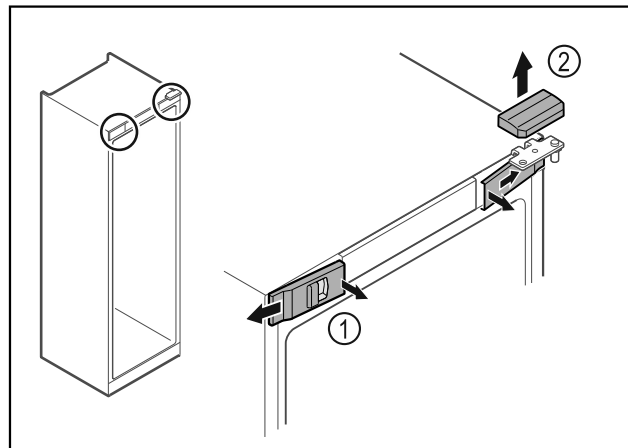

Fig. 7 *
- Voorste afdekkingen Fig. 7 (1) binnen ontgrendelen en naar de zijkant toe verwijderen.*
- Bovenste afdekking Fig. 7 (2) naar boven toe verwijderen.*